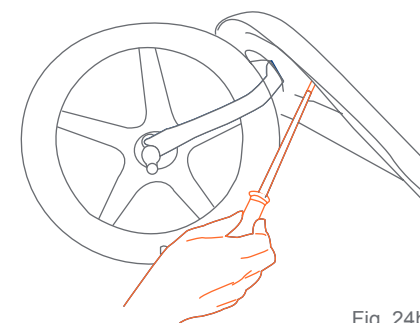

Fig. 24b
- Insérer les 4 vis à travers le dessous du cadre avant et dans les tubes en plastique du pare-chocs. Tourner les vis seulement jusqu'à bien serré (Fig. 24b). **NE PAS TROP SERRER.**